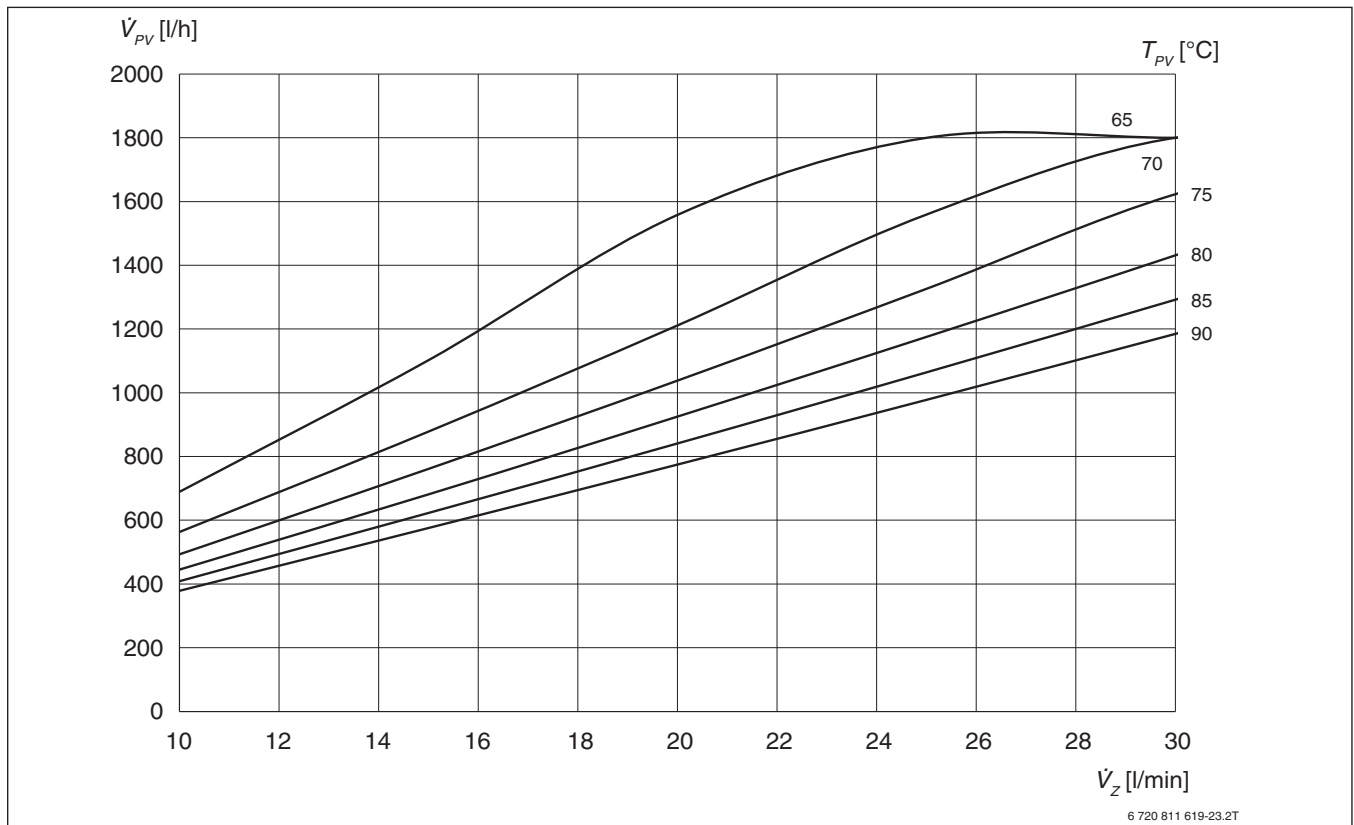
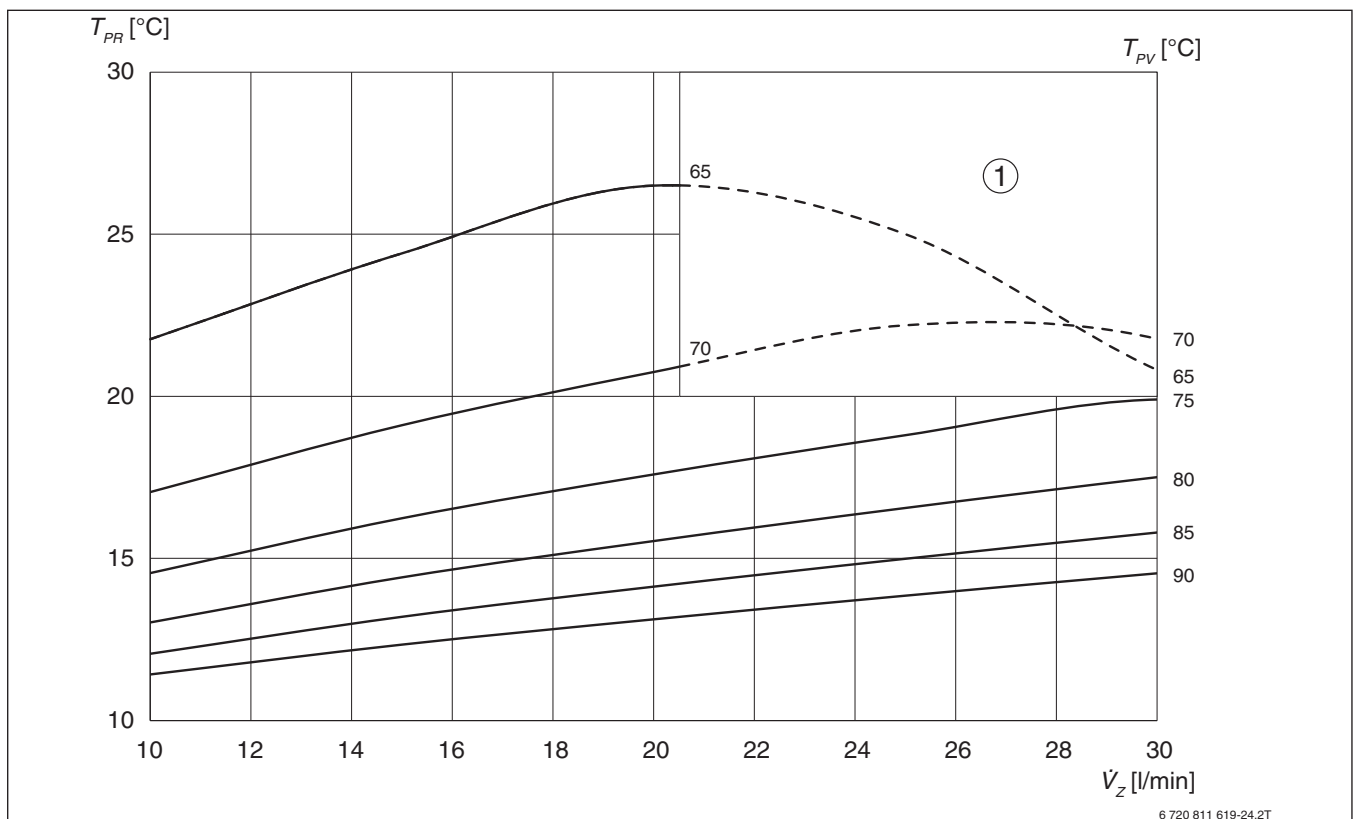

Bild 181 Volumenstrom vom Pufferspeicher (Vorlauf) bei 60 °C Zapftemperatur
Bild 182 Volumenstrom zum Pufferspeicher (Rücklauf) bei 60 °C Zapftemperatur
**Legende zu Bild 181 und Bild 182:**